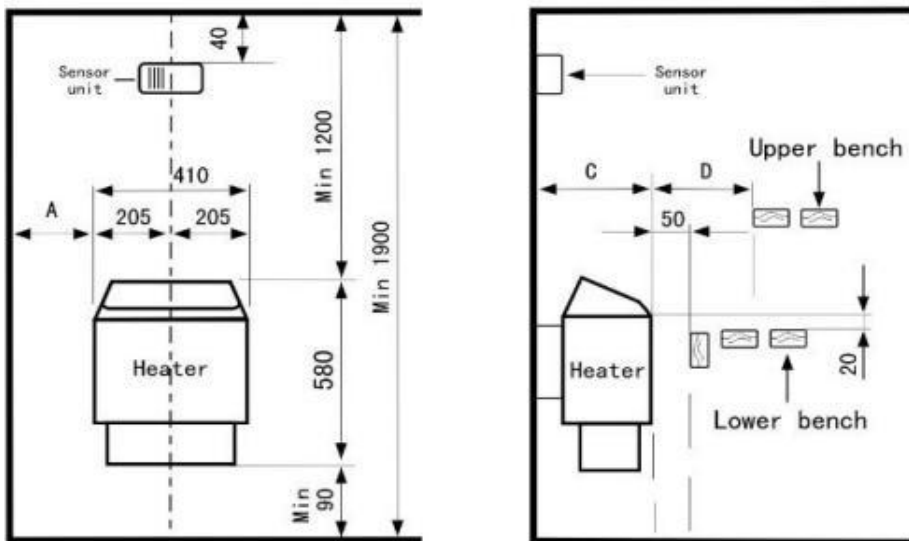
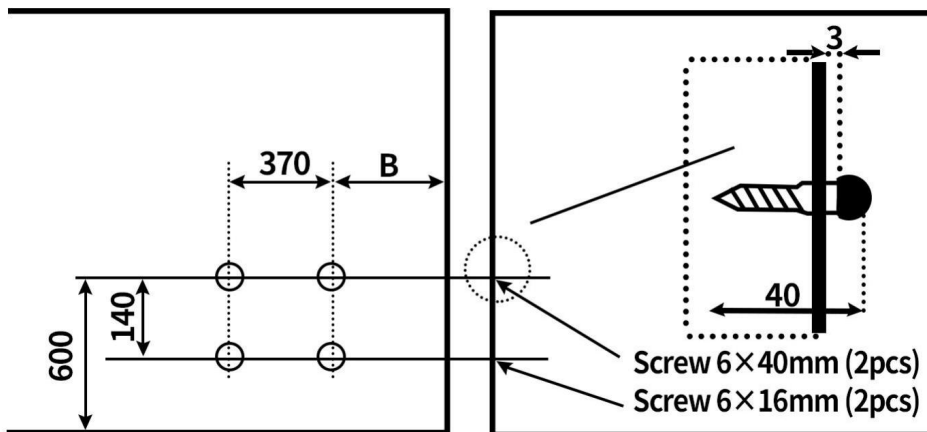

Abb. 3
Abb. 4
Temperatursensor und Saunaofen müssen streng nach den folgenden Diagrammen installiert werden. (Siehe Abb. 3 und Abb. 4)
1. Befestigen Sie die Sensoreinheit mit Schrauben an der Wand direkt über der Sauna Heizgerät in der Saunakabine. Den Mindestabstand entnehmen Sie bitte dem Diagramm (siehe Abb. 3).
Installation (siehe Abb. 3), die im Installationsdiagramm enthalten ist.